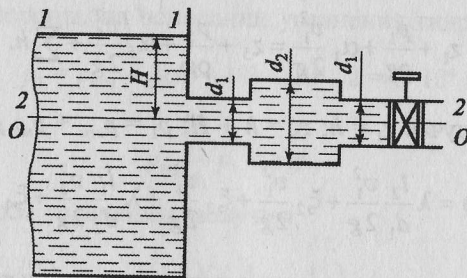

Рис. 5.13
**Задача 5.13.** Течение воды осуществляется из резервуара с постоянным уровнем  $H = 16$  м через короткий трубопровод, состоящий из отрезков труб с диаметрами  $d_1 = 50$  мм и  $d_2 = 70$  мм (рис. 5.13). На конце трубопровода помещено запорное устройство с коэффициентом местных потерь  $\xi_v = 4$ . Другими потерями можно пренебречь. Определить расход воды  $Q$ .